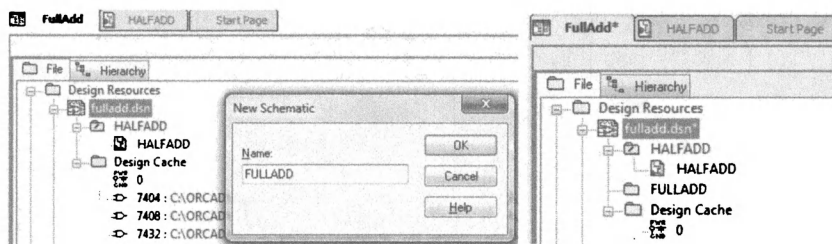

Рис. 18.8. Создание папки FULLADD
2. В диалоговом окне Schematic укажите имя новой схематической папки как FULLADD и нажмите OK (рис. 18.8).